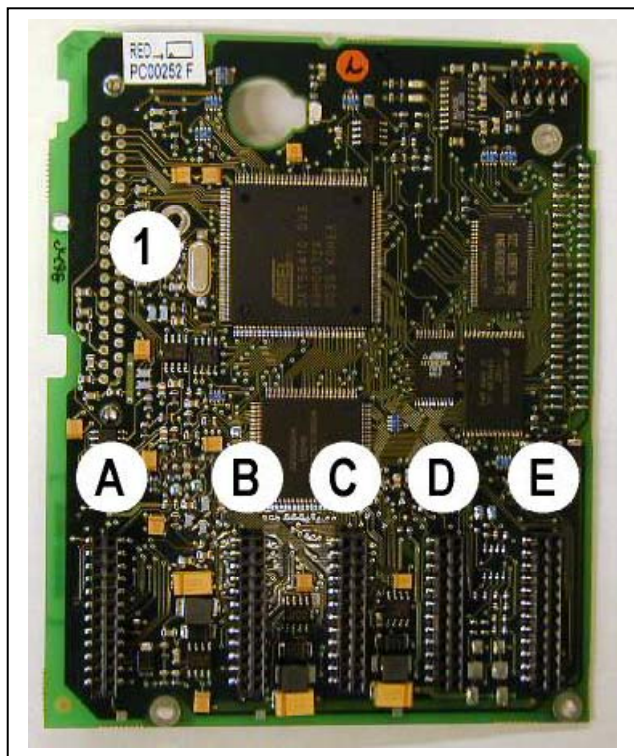

Figura 6-21. Carta de control NX
La unidad de control del convertidor consiste básicamente en la carta de control y cartas adicionales (ver Figura 6-21 y Figura 6-22) conectadas a cinco *slots* (A a E) en la carta de control. La carta de control se conecta a la unidad de potencia a través de un conector (1) o con cables de fibra óptica (FR9).